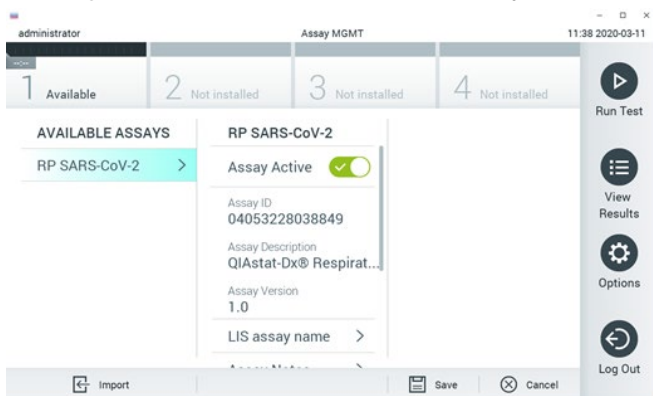

Figure 90. Activation du dosage.
7. Le dosage devient actif si vous sélectionnez Assay Active (Dosage actif) (figure 90).